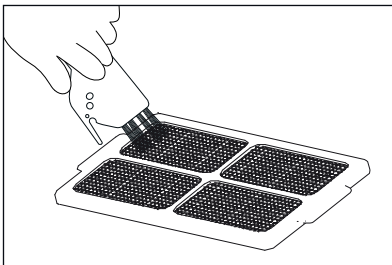

Abb. 11
- 5) Säubern Sie den Siebfilter mit der Reinigungsbürste **10** (siehe Abb. 11).